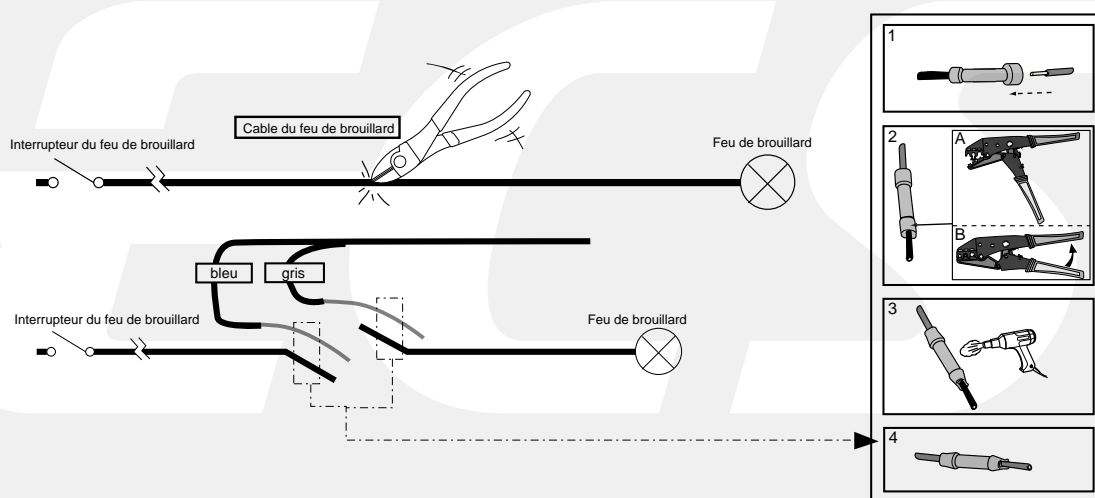

Fig. 2
5. Connexion du feu de brouillard: voir figure 2